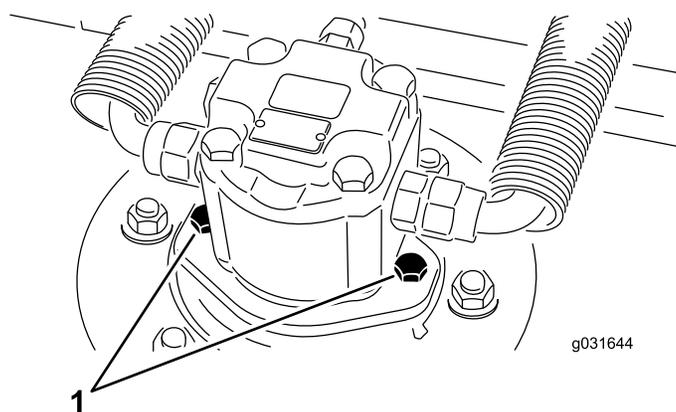

图 68
2. 卸下液压马达安装螺丝从剪草刀盘上断开并拆除液压马达 图 68。
4. 使用液压马达安装螺丝将液压马达安装到刀盘上 图 68。